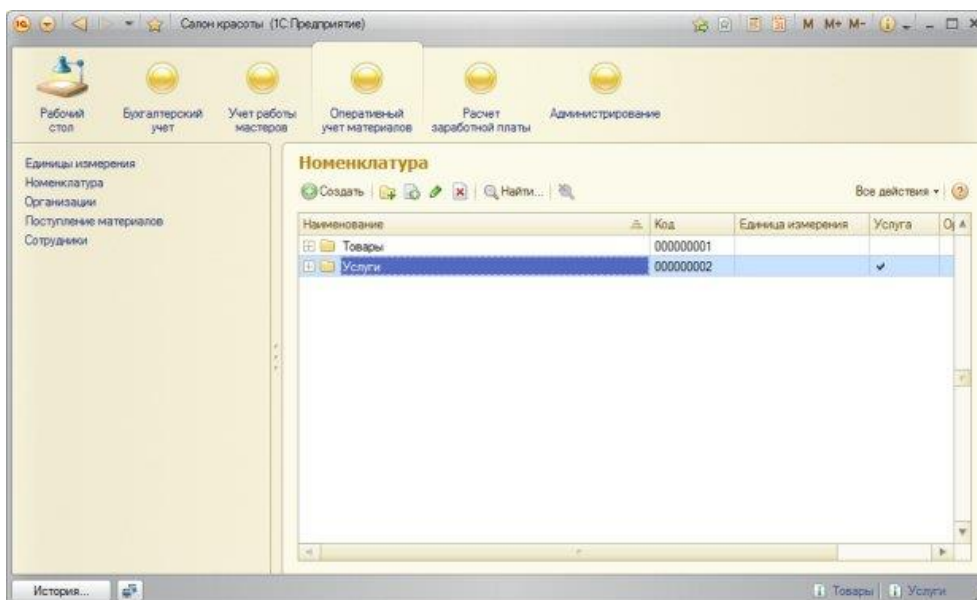

Рисунок 6.4- Две группы в справочнике Номенклатура
6. В режиме 1С:Предприятие откроем справочник **Номенклатура**, создадим две группы – **Товары** – флаг **Услуги** в этой группе не устанавливаем, и **Услуги** – флаг установлен, Рисунок 6.4.